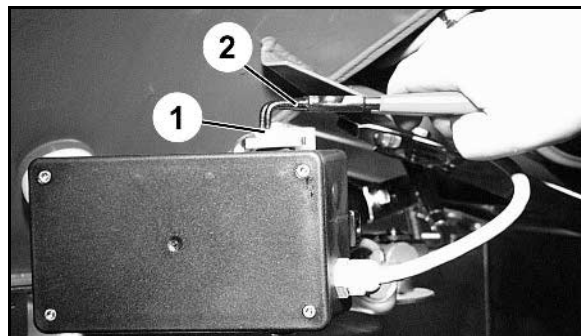

Рис. 12
1. Уберите оба стопорных зажима (Рис. 12/1) с помощью плоскогубцев (Рис. 12/2) с защищенными ручками.